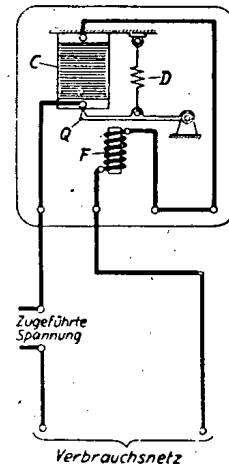

Abb. 5
2. Bei unmittelbarer Stromregelung (Abb. 5).